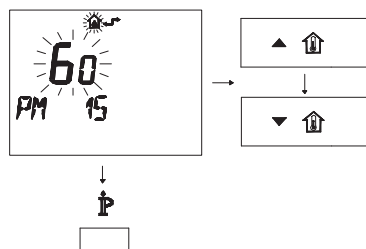

Figura 5.26
- Modifique el punto de consigna programado mediante los botones \blacktriangle \uparrow o \blacktriangledown \uparrow hasta que aparezca un **valor de 60**. Espere a que el número programado comience a parpadear (Figura 5.26).